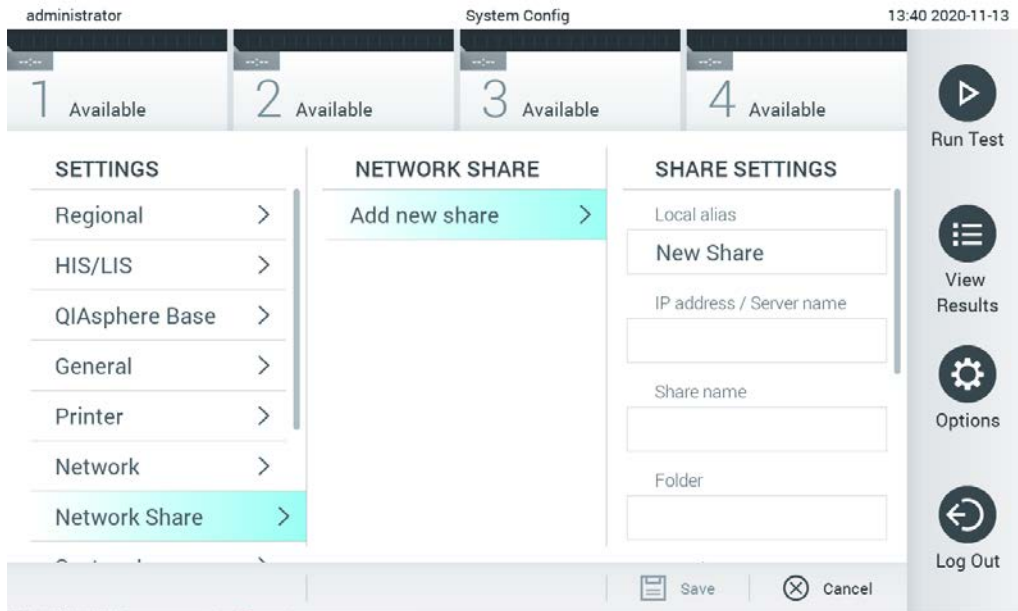

Figura 75. Adăugarea unei partajări de rețea.
3. Apăsăți butonul **Add new share** (Adăugare partajare nouă) (Figura 75).